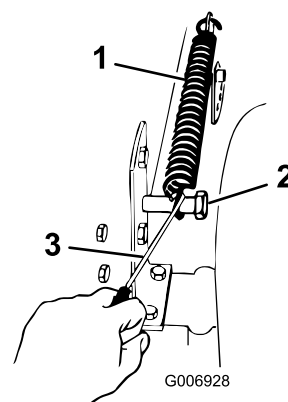

Figura 43
9. Togliete la molla di sollevamento situata tra la staffa di sollevamento destra del tosaerba ed il bullone di fissaggio (Figura 43).